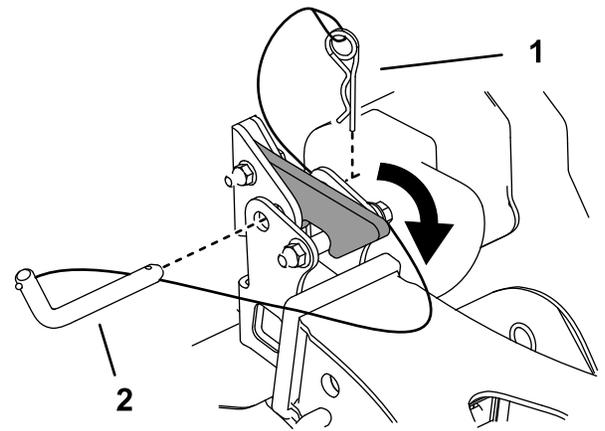
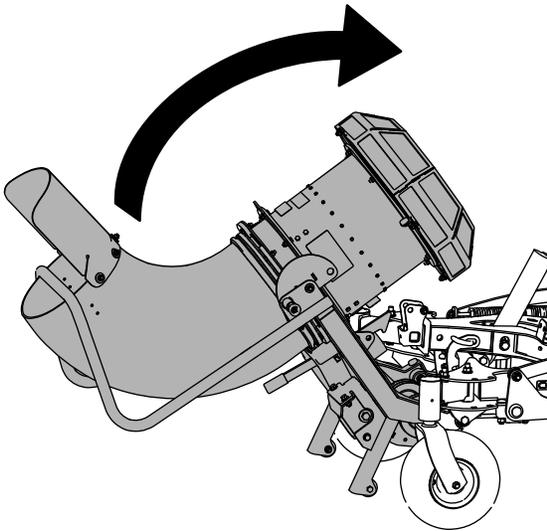

Figure 21
Figure 20
- Fixez-la sur le dispositif d'attelage avec la goupille d'attelage et la goupille fendue attachées au dispositif (Figure 21).
- Levez la souffeuse jusqu'à ce qu'elle s'enclenche sur le dispositif d'attelage (Figure 20 et Figure 21).